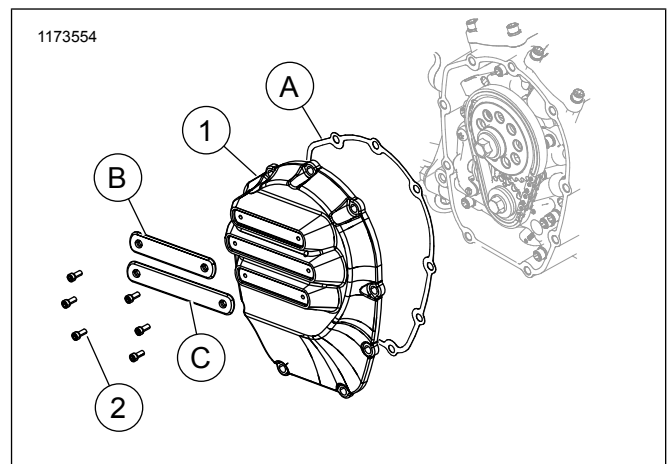

Figura 1. Tampa do excêntrico Milwaukee-Eight (típica)
Veja Figura 1 e Tabela 1.
2. Solte ou remova os componentes necessários para acessar a tampa do excêntrico (1).
4. Veja Figura 1. Remova a tampa do excêntrico (1).
6. Substitua a gaxeta (A).
7. Instale a tampa do excêntrico (1). Aperte os parafusos na sequência mostrada no Manual de serviço.